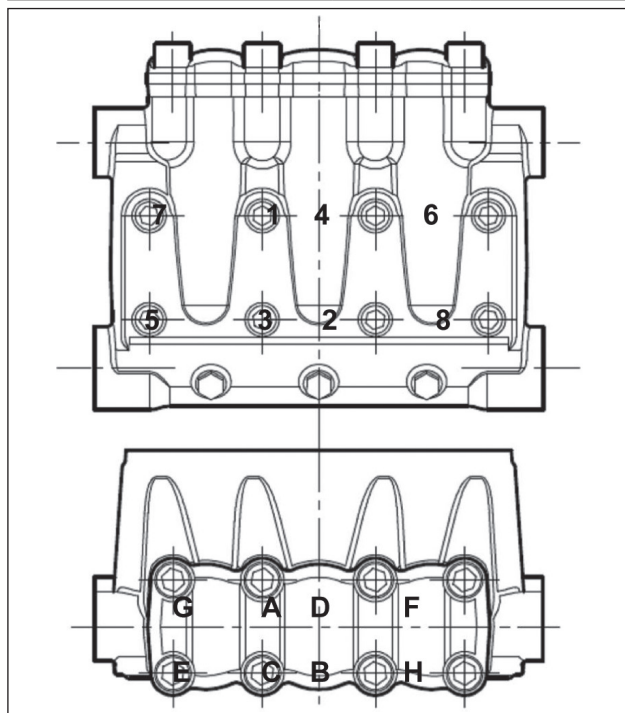

图34
- ** 泵头固定螺钉（分解图部件号47）必须按照图(图34)中所示的顺序用扭力扳手拧紧。
- *** 分解图部件号45的阀盖固定螺丝必须按照(图34)表中所述的顺序用扭力扳手拧紧。